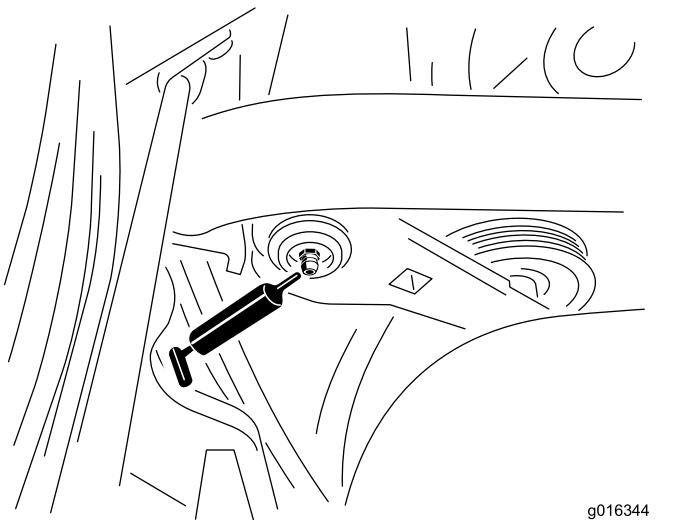

Figure 26
1. Essuyez les graisseurs pour éviter que des impuretés ne pénètrent dans le roulement ou la bague (Figure 26).